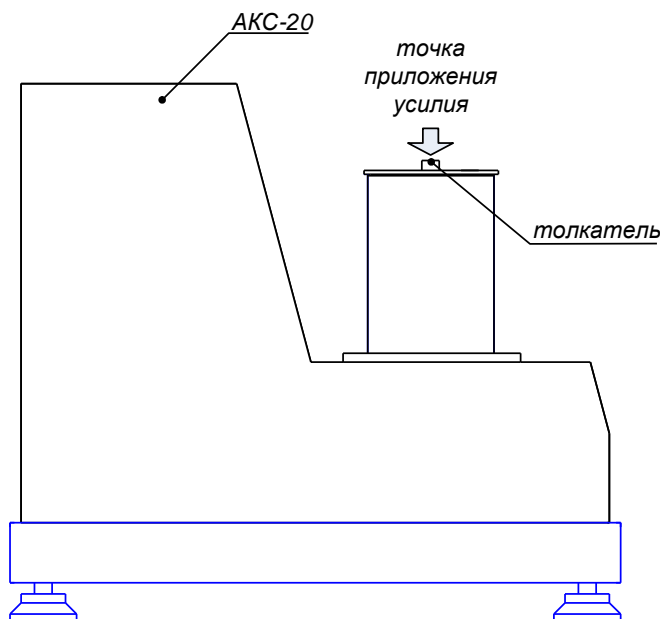

Рисунок 18
- 6) после появления сообщения, сделать от 3 до 5 коротких нажатий пальцем руки верхнего торца толкателя с усилием не более 50 г (см. рисунок 18, страница 22). Контроль усилия нажатия производить по показаниям дисплея аппарата;
- 7) после появления сообщения, сделать от 3 до 5 коротких нажатий пальцем руки верхнего торца толкателя с усилием не более 50 (см. см. рисунок 18, страница 22). Контроль усилия нажатия производить по показаниям дисплея аппарата;